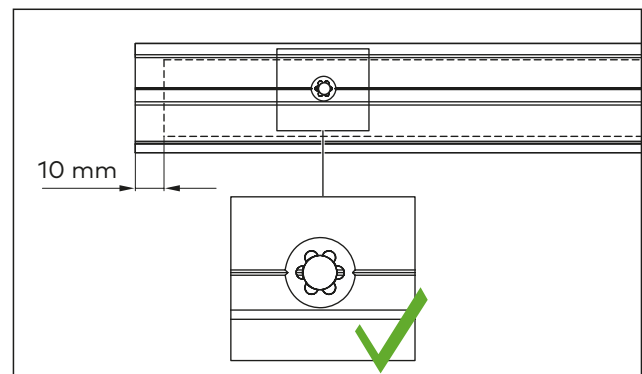

Abb. 13 Futterprofil positionieren
- Das Futterprofil so in dem Gegenprofil positionieren, dass die Bohrungen von dem Futterprofil und der Laufschiene deckungsgleich übereinanderliegen. Das Futterprofil sollte min. 10 mm an beiden Seiten eingerückt sein (Abb. 13).